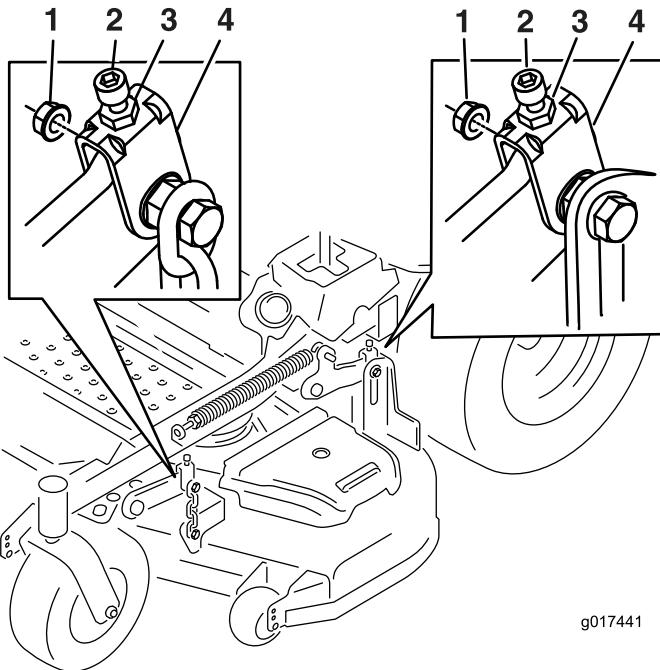

Figura 73
- 10. Si es necesario, afloje la tuerca "whizlock" del lateral de la horquilla y la contratuerca de la parte superior. Gire el tornillo de ajuste hasta obtener una altura de 7.6 mm (3 pulg.) (ver Figura 73).
16. Gire el tornillo de ajuste hasta obtener una altura de 8.3 cm (3-1/4 pulg.) (Figura 73).